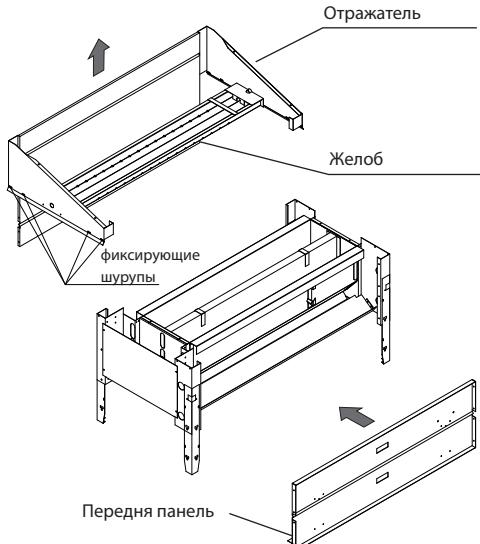

Рис. 3
- Удалите 8 шурупов по бокам верхней отражающей панели (см. рис. 3).